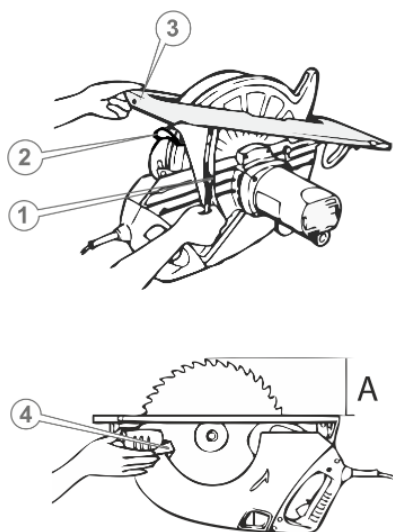

Рисунок 3. Регулювання глибини різь
5.2.2. Регулювання глибини різь (див. рис. 3)
1. Встановити пилу на рівній чистій поверхні верстата у положення, як на рис. 3.
2. Послабити важіль фіксації механізму регулювання глибини різь (1, рис. 3).
3. Обережно підняти край основи алюмінієвої бази (3, рис. 3), встановивши необхідну глибину різь (А).
4. Надійно затягнути важіль фіксації механізму регулювання глибини різь (1, рис. 3).
5. Перекона́тися, що глибину різь встановлено вірно – посунути рухливий захисний кожух за допомогою важеля (4, рис. 3) у напрямку руху годинникової стрілки, щоб відкрився робочий диск, та виміряти відстань (А).